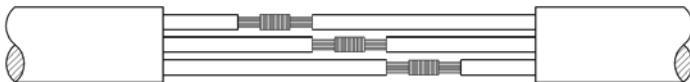

Рис. 8. Соединение электрокабеля
- 2) Соединить жилы кабеля двигателя с жилами удлинителя кабеля и сплести жилы попарно. Затем необходимо тонкой медной нитью туго их сплести отдельно друг от друга, как показано на рис. 8. Обрезать остатки медной нити. Сгладить